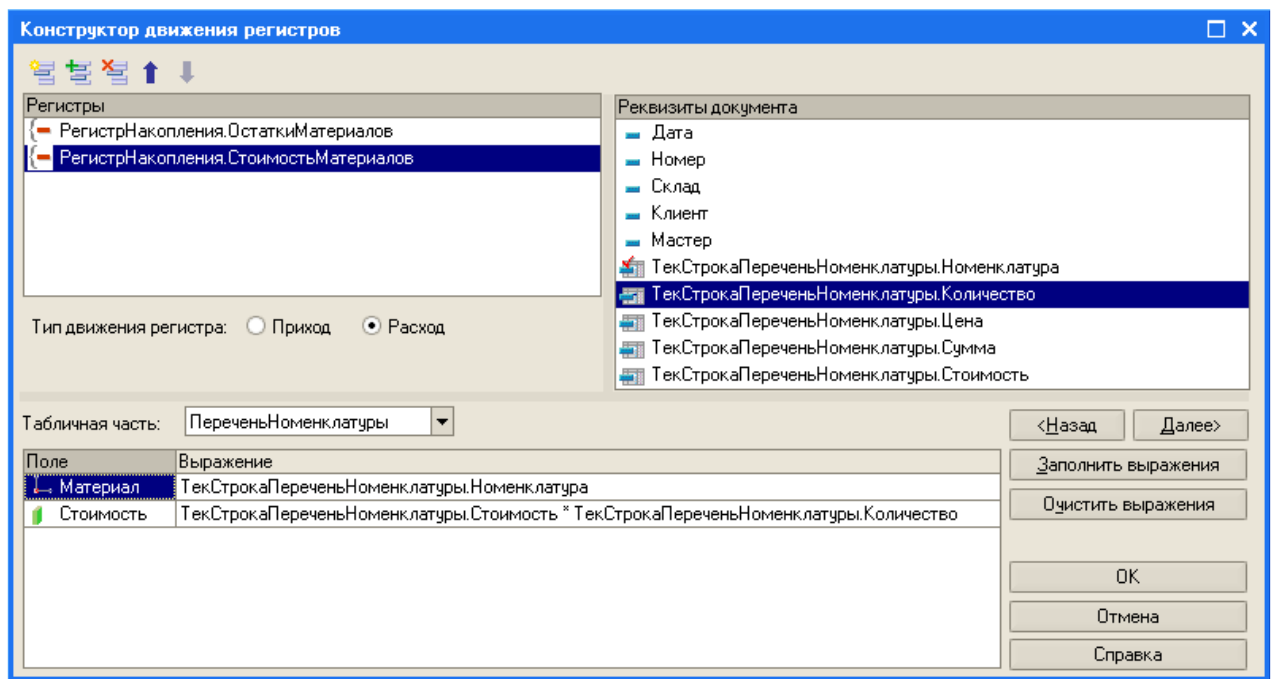

Рис. 8. Конструктор движений документа
8. Опишите движения документа следующим образом (обратите внимание, что стоимость вычисляется как произведение стоимости и количества, указанных в табличной части) – рис. 8: